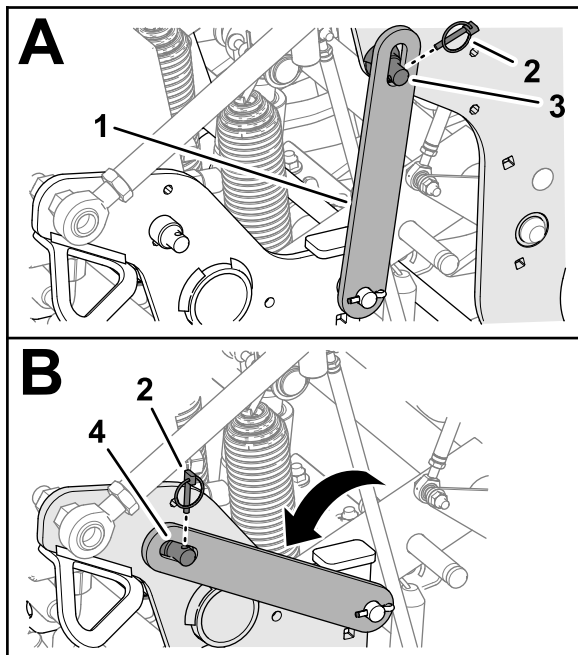

Figura 103
3. Retire el pasador de seguridad que sujeta el soporte de elevación al pasador de sujeción del cabezal de perforación (Figura 103).